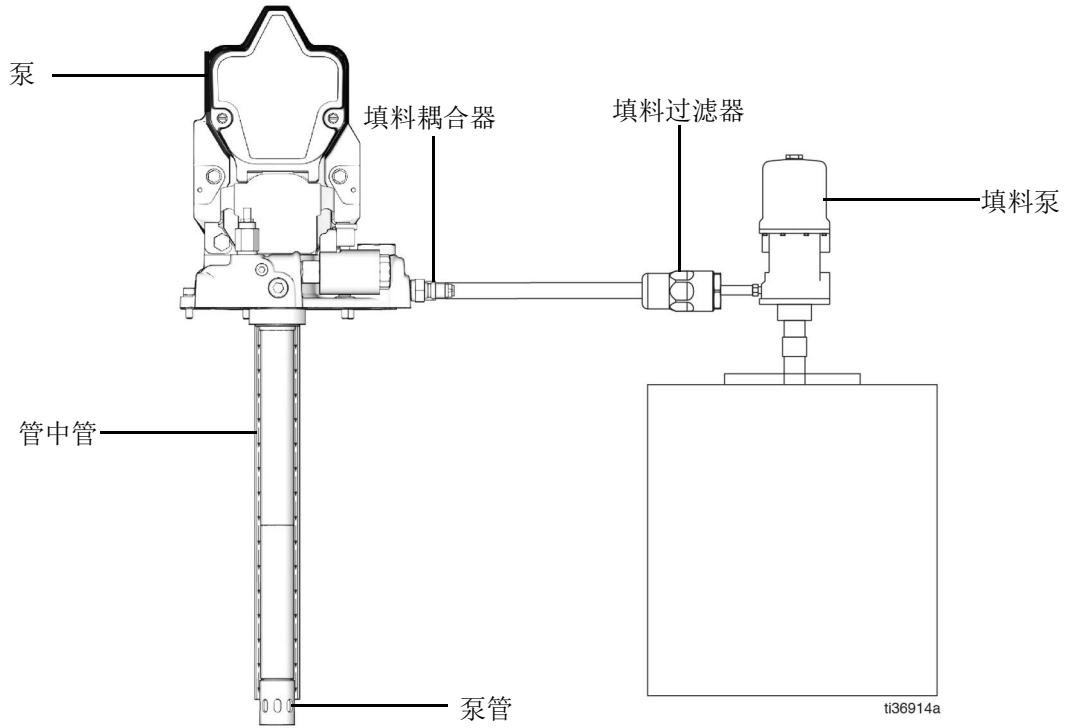

图 3
2. 运行加注泵，直到润滑脂从管中管的底部流出（图 3 和图 4）。